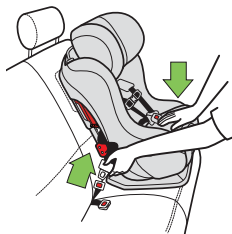

Figure 107
- Presser au centre du siège d'auto pour réduire la tension sur la ceinture du véhicule ce qui aidera à la débloquer plus facilement, tel qu'illustré dans la **Figure 107**.